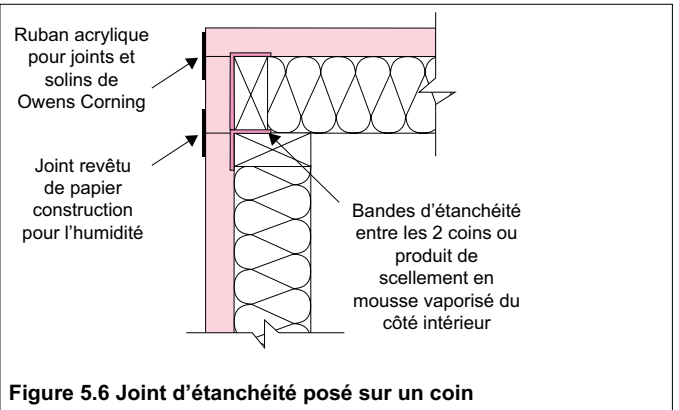

Figure 5.6 Joint d'étanchéité posé sur un coin
3. Solution de rechange pour sceller les coins. Reportez-vous à la figure 5.6.